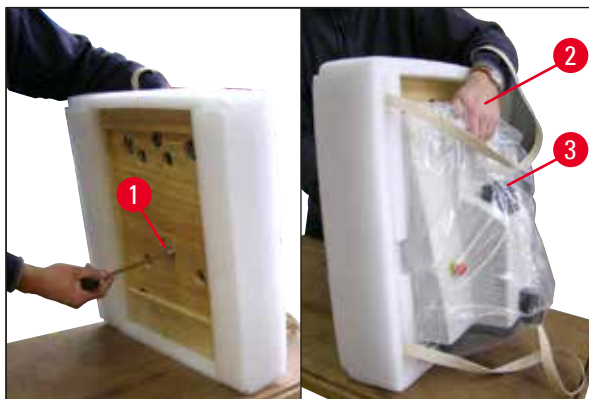

Fig. 5
- Incline o aparelho com a placa de base (→ Fig. 5) - segure-o com uma mão no recesso (→ Fig. 5-2) para a bandeja do tampão! NUNCA suspenda ou segure-o pela cabeça de corte (→ Fig. 5-3)! Solte o parafuso (→ Fig. 5-1) usando a chave hexagonal tamanho 8 fornecida e remova a placa da base.